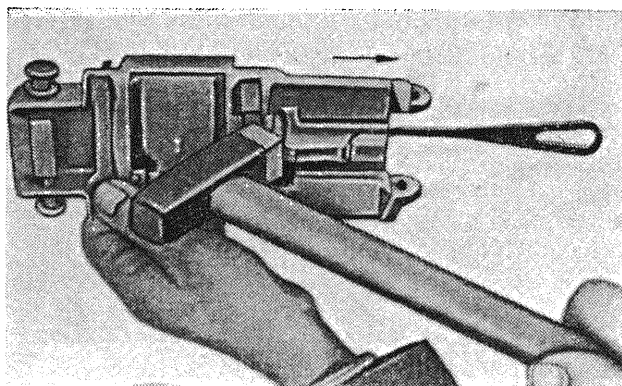

Рис. 101
4. Снять вкладыш крышки, прижимную лапку и пружины прижимной лапки. Для этого отверткой вывести из зацепления с гнездом крышки верхние концы наружной и внутренней пружин прижимной лапки и легким ударом медной частью молотка сдвинуть вкладыш крышки с прижимной лапкой вперед. Как только верхние концы пружин прижимной лапки выйдут из зацепления с гнездом крышки приемника, вынуть отвертку; затем, удерживая клещами пружины прижимной лапки, продвинуть вкладыш крышки вперед до выхода его из зацепления с пазами крышки приемника и отделить последний с прижимной лапкой и пружинами прижимной лапки (рис. 101).